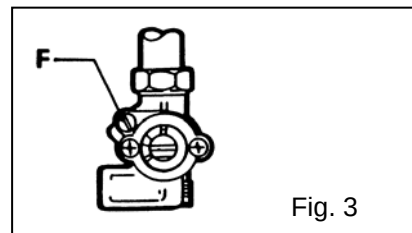

Fig. 3
5.1.1 Regolazione dei minimi (Fig. 3)
Svitare e sostituire o regolare l'ugello by-pass del minimo (fig. 3) in base alle indicazioni della tabella 2.